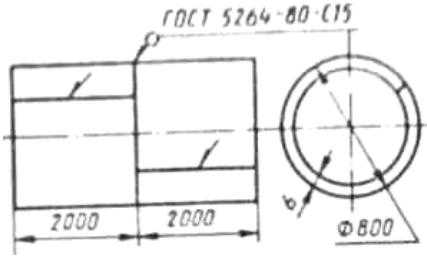

Рис.35
2. Разработать техпроцесс сварки цилиндрической части резервуара из стали марки Ст3 (рис. 35). Производство мелкосерийное. Укажите тип соединения, форму разделки кромок под сварку (по ГОСТу) и приведите эскиз сечения шва с указанием размеров.